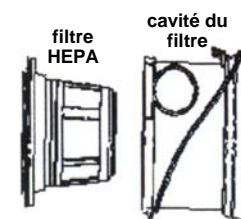

Fig. 9
4. Retirez le filtre HEPA de la cavité du filtre. (Fig. 9)